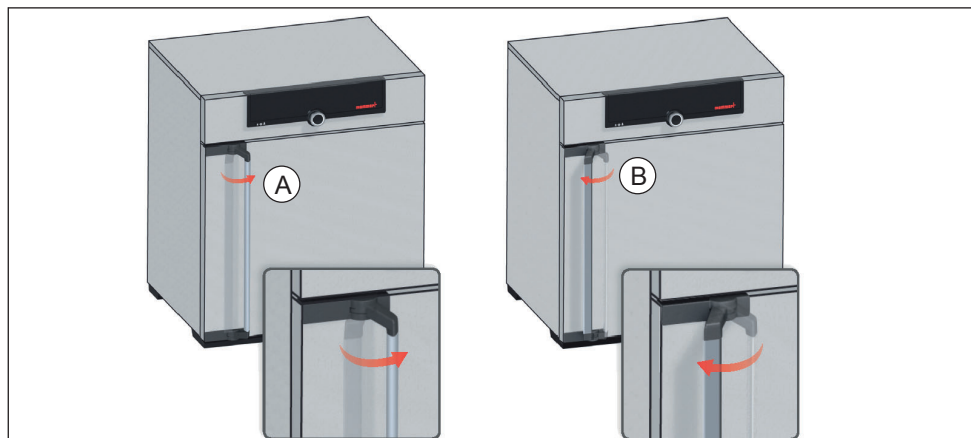

Fig. 15 Aprire e chiudere la porta
- ▶ Per aprire la porta tirare la maniglia lateralmente (a seconda del modello verso destra o verso sinistra, Fig. 15, A) e aprire completamente la porta.
- ▶ Per chiudere la porta, spingerla e ruotare la maniglia lateralmente (B).